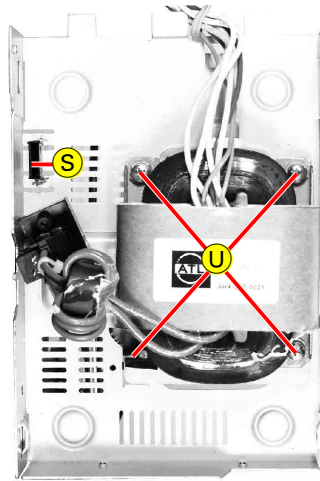

Fig. 10
- Beim Einbau darauf achten, dass die Hauptplatte in die Führung **S** (Fig. 10) eingreift.
- When reassembling take care, that the main PCB engages with its guide **S** (Fig. 10).
- 4 Schrauben  $\text{\textcircled{U}}$  (Fig. 10) herausdrehen.
- Undo 4 screws  $\text{\textcircled{U}}$  (Fig. 10).